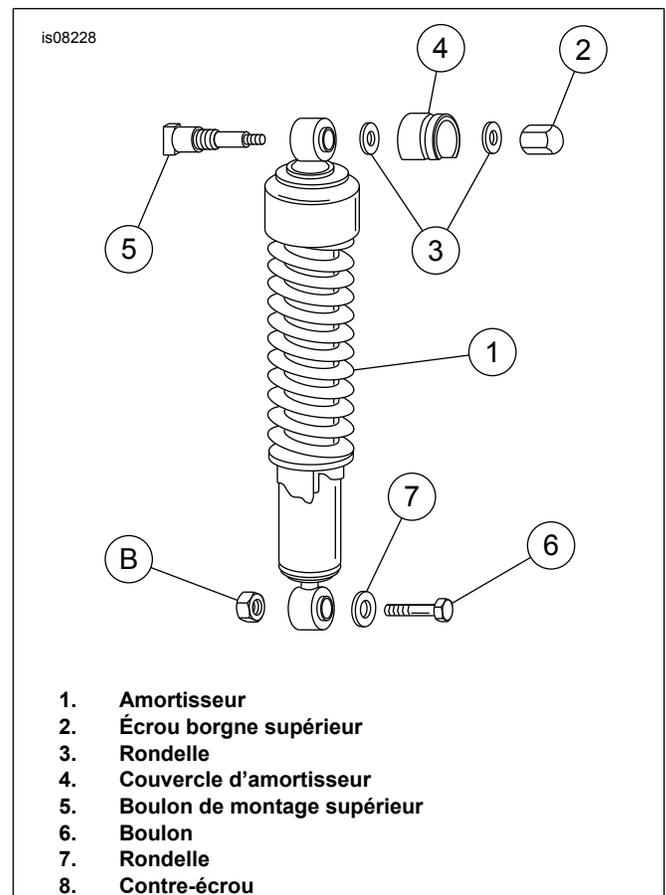

Figure 1. Dépose du couvercle d'amortisseur – modèles Hugger seulement
4. Voir Figure 1. Avec le garde-boue arrière et le cadre soutenus en toute sécurité, retirer les amortisseurs droit et gauche en enlevant l'écrou supérieur (2), la ou les rondelles (3) et le couvercle d'amortisseur (4). Retirer le boulon (6), la rondelle (7) et le contre-écrou (8) au niveau de la monture d'amortisseur inférieure. Retirer l'amortisseur.
6. Voir Figure 1. Installer les amortisseurs en utilisant la visserie d'origine. Serrer l'écrou borgne (2) à un couple de 28,5 à 47,5 N·m (21 à 35 lb·pi). Serrer le contre-écrou (8) à un couple de 40,7 à 67,8 N·m (30 à 50 lb·pi).